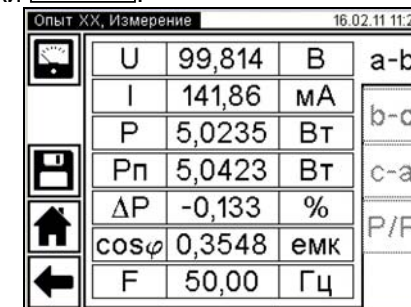

Рисунок 6.45
11) Если в п. 6 данного раздела выбран "Внешний" (нерегулируемый) источник, после завершения измерения на экране появится окно с результатами измерения (рисунок 6.45).
12) Если в п. 6 выбран "Регулятор", то после завершения измерения на экране появится окно «Сброс напряжения» (рисунок 6.46) с требованием снять напряжение на выходе внешнего источника. Ручкой регулятора плавно снизить напряжение источника до нуля, после чего на экране появится окно с результатами измерения (рисунок 6.45).